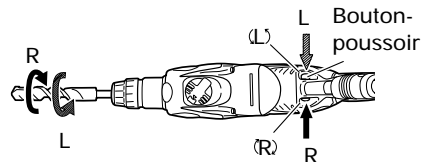

Fig. 6
9. Vérifiez la direction de rotation de la mèche (Fig. 6)